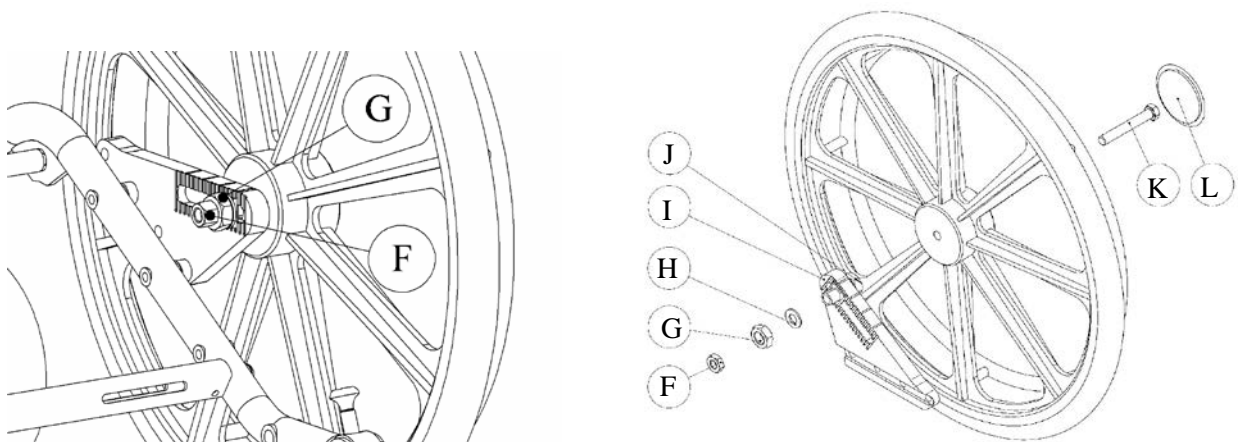

Figure 14 – Vues arrière du dispositif de positionnement
1. Enlever le capuchon **L** sur la grande roue (figure 14);